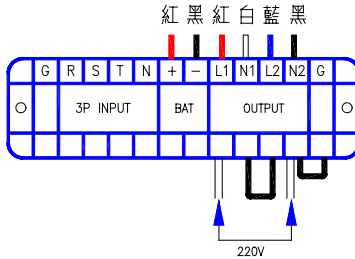

Fig 3.2-4 單相二線 220V
(1)C-1252/1262 機型輸出配線可選擇單相二線和單相三線，如Fig 3.2-4、